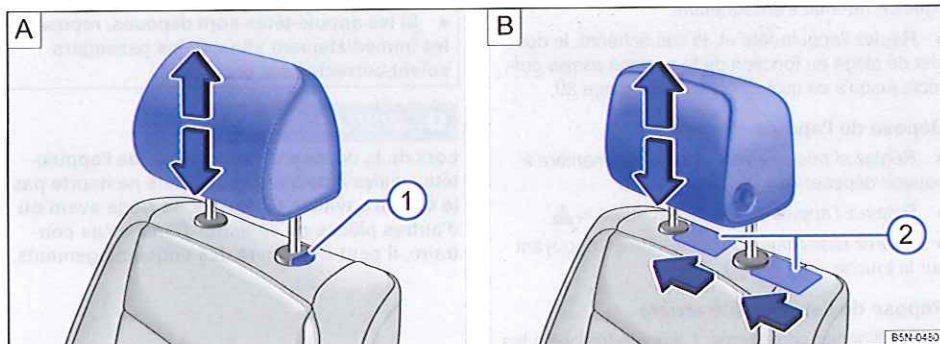

Fig. 50 Dépose de l'appuie-tête avant. A : sans possibilité de réglage dans le sens de la longueur. B : avec possibilité de réglage dans le sens de la longueur.
- Retirez entièrement l'appuie-tête en appuyant complètement sur la touche ⇒ fig. 50 ①.